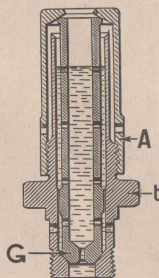

Fig. 29. — Montage 12 en coupe.
Le montage 12 (fig. 29) comprend trois éléments : le porte-gicleur (H), le gicleur principal (G) et le chapeau de gicleur (A).
Le fonctionnement de ce dispositif de giclage est très simple : lorsque le moteur tourne au ralenti, le gicleur principal est noyé dans l'essence jusqu'à un certain niveau (fig. 29). Au moment de la reprise, lorsque le papillon des gaz s'ouvre, toute l'essence contenue à l'intérieur du gicleur et dans le porte-gicleur est rapidement évacuée et cette essence, venant s'ajouter à celle qui passe normalement à travers le trou calibré, permet de réaliser le mélange riche nécessaire à la reprise.
Fig. 29 bis